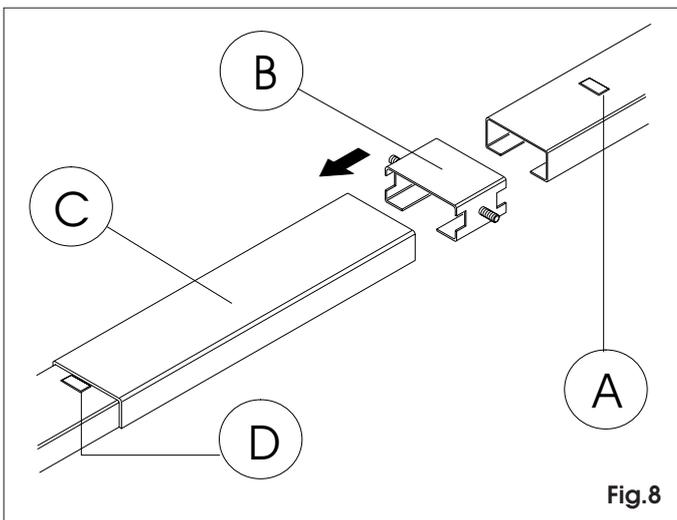
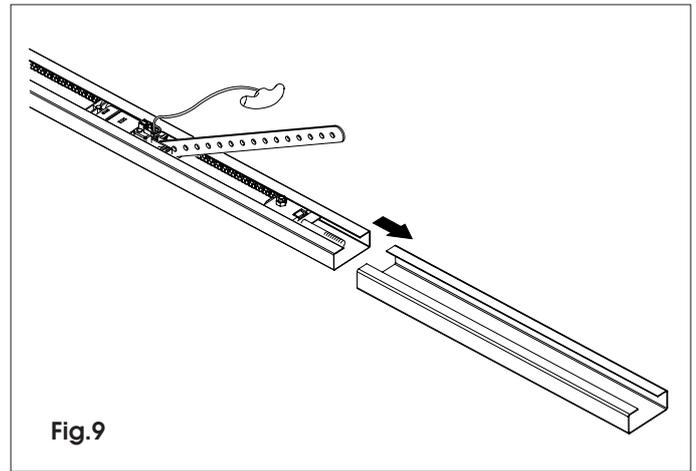
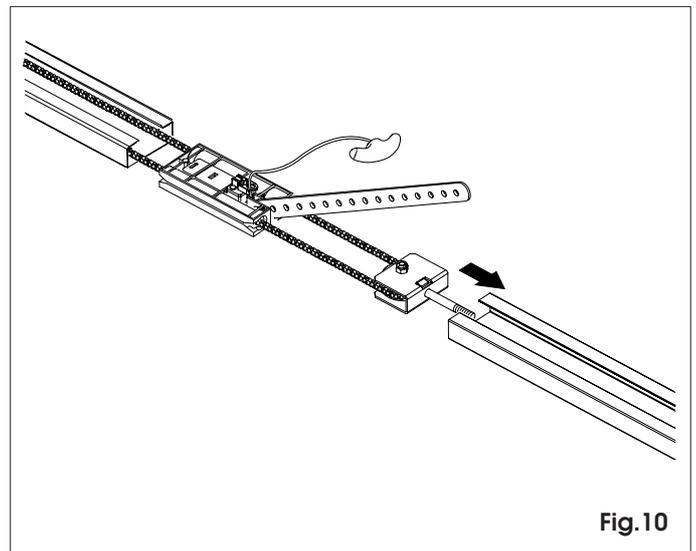

Fig.8
Fig.9
Fig.10
6.2 Nous conseillons, pour l'opérateur 625, 1225 et 1231 d'utiliser la glissière appropriée en option (fig.8 réf.B) en l'insérant dans le chariot central (fig.8 réf.C).
6.3 Insérer le longeron avec la chaîne dans le chariot central (fig.9) jusqu'à la limite avec la saillie métallique (fig.8 réf.D).
6.4 Insérer dans le groupe préalablement monté un nouveau longeron (fig.10), en s'assurant que la saillie métallique indiquée sur la Fig.8 réf.A entre en contact avec le chariot central.